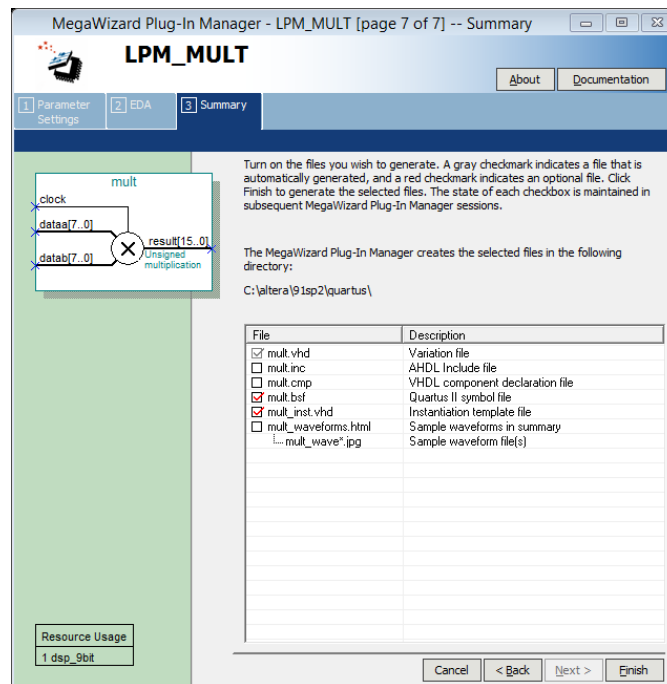

Рис. 16. Остання сторінка налаштувань MegaWizard Plug-In Manager
2.1.10. На сторінці 7 (рис. 16) потрібно відмітити створювані файли у наступному форматі: обираємо файл із розширенням .bsf та _inst.vhd.